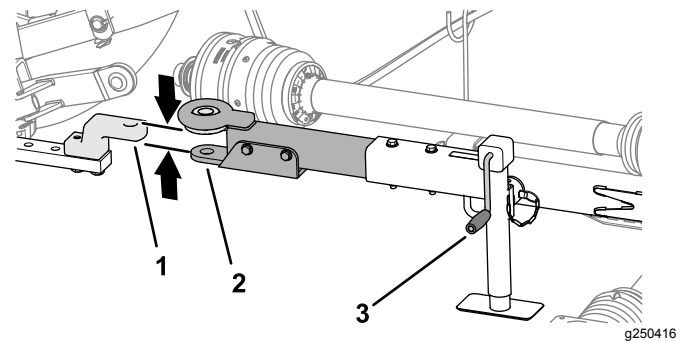

**Figura 21**
- Altura de trabalho: 33,4 a 40 cm; consulte **Figura 21**.